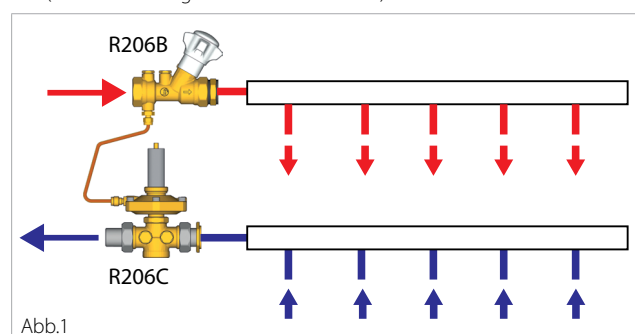

Abb.1
- Bei der Installation der Bausätze KITBF und KITCF am Verteiler gemäß dem Flussdiagramm in Abb. 1 die auf den Ventilkörpern angegebene Strömungsrichtung beachten.